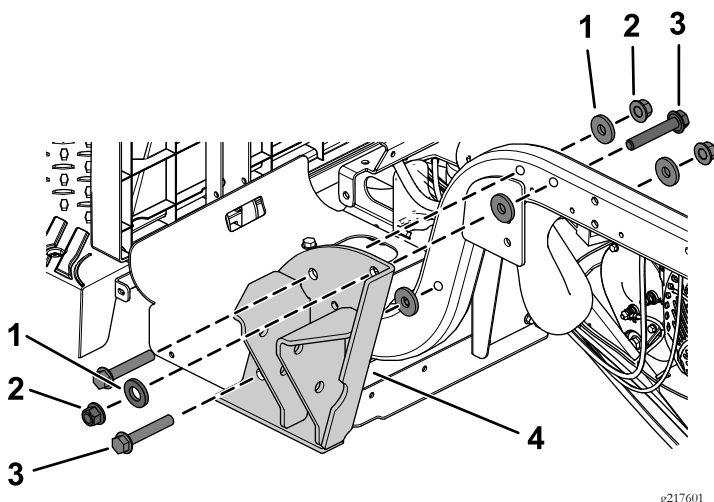

图18
1. 如图18所示用3个凸缘头螺栓 $\frac{1}{2}$ x 3 英寸、5个扁平垫圈 $\frac{1}{2}$ 英寸和3个锁紧螺母 $\frac{1}{2}$ 英寸安装 ROPS 支架。
注意 如图18所示确保将2个扁平垫圈安装到外侧。